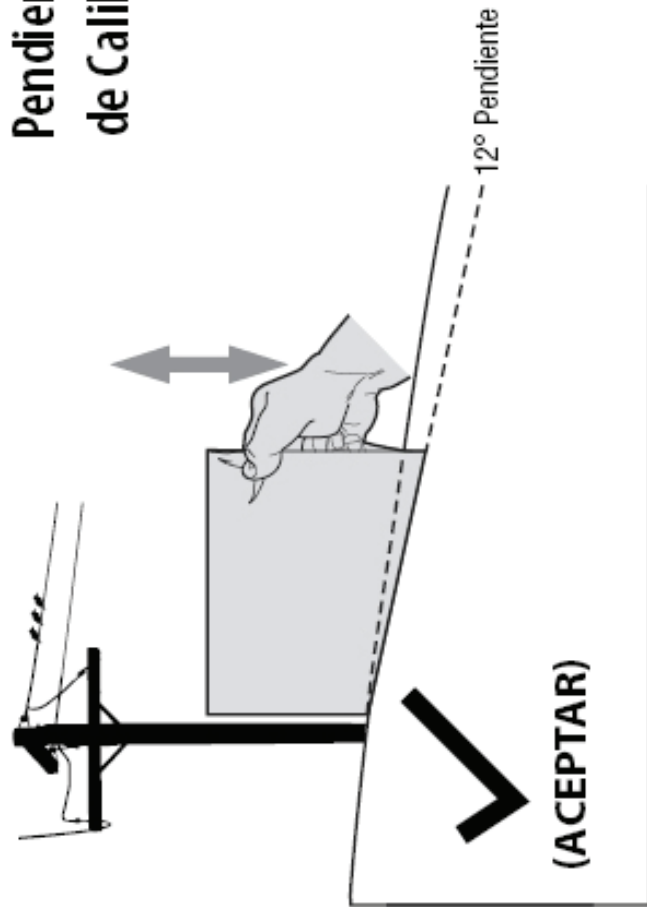
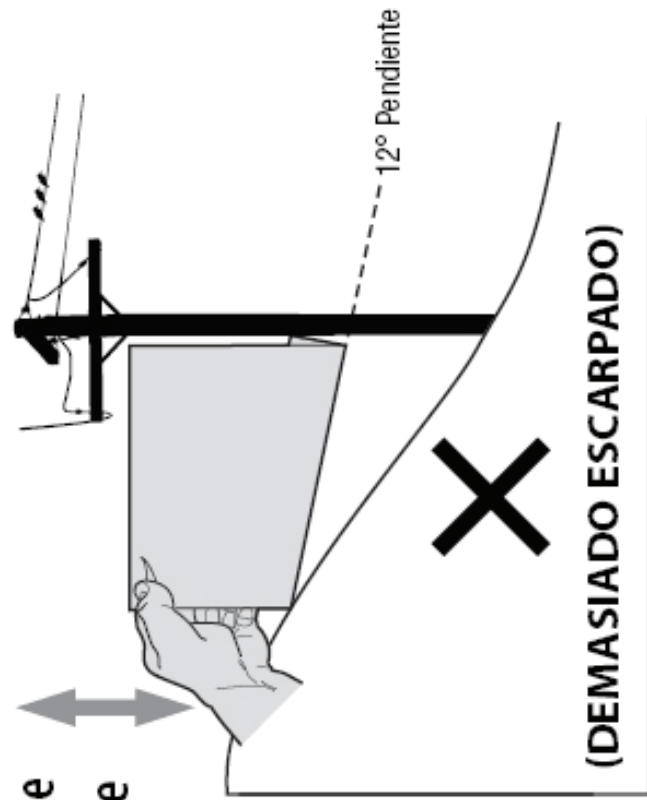

Figura 1
Figura 2
3. Alinear cada lado de pendiente de calibre con el objeto vertical (consultar Figura 1 and Figura 2).
4. Ajuste el pendiente de calibre arriba o hacia abajo hasta los toques esquina izquierda el pendiente (consultar Figura 1 and Figura 2).
5. Si hay un espacio por debajo de la pendiente de calibre, el pendiente es demasiado escarpa por operación segura (consultar Figura 2 above).